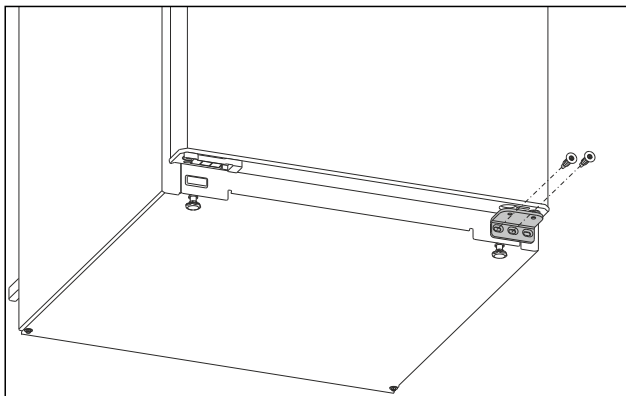

Fig. 4
- ▶ Draai de middelste schroef op de onderste lagerbok los met een Torx 20-schroevendraaier. Fig. 4 ()
- ▶ Draai de binnenste schroef van de onderste lagerbok los met een Torx 20-schroevendraaier. Fig. 4 ()